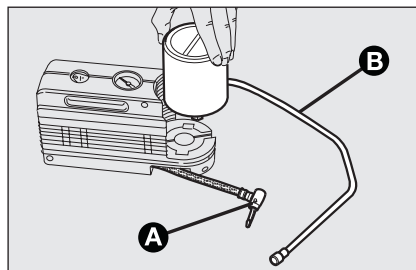

fig. 18
- ☐ débrancher le crabot **A**-fig. 18;